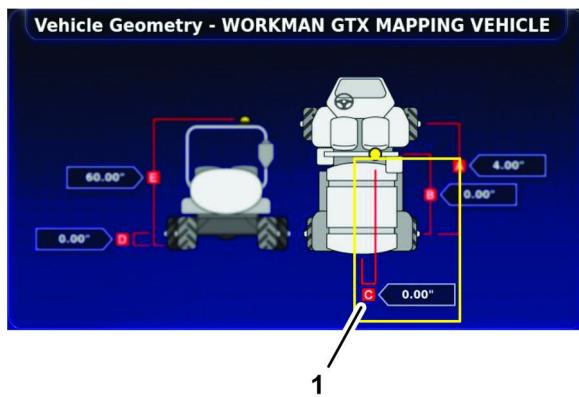

Figura 182
1. Misurazione della linea centrale della macchina e del centro del ricevitore satellitare (C)
3. Misurate la distanza tra la linea centrale della macchina e il centro del ricevitore satellitare (Figura 182) e registrate la misurazione nel modulo di geometria.